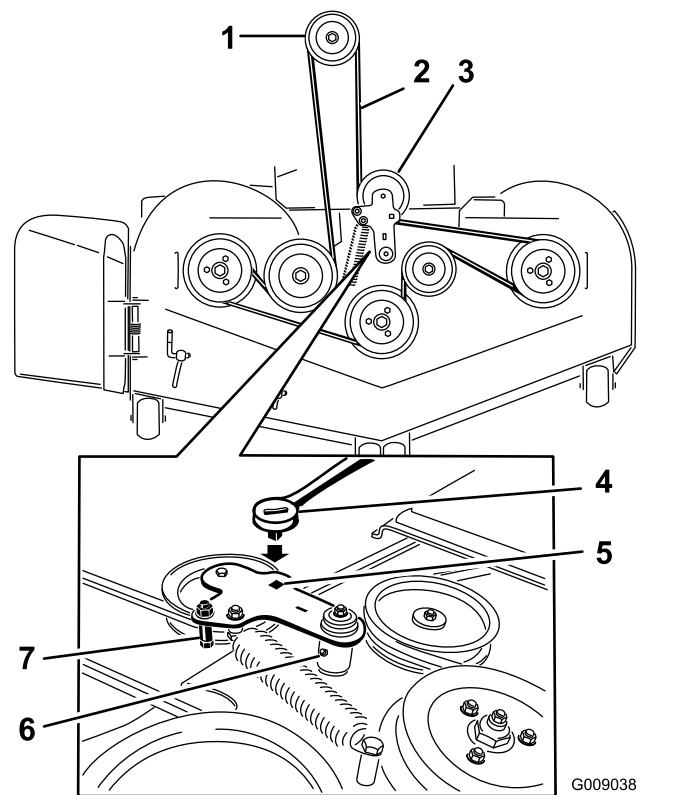

Figure 104
5. Déposez le panneau de plancher et insérez un rochet dans le trou carré de la poulie de tension du tablier (Figure 104).
6. Tournez la poulie de tension dans le sens horaire et déposez la courroie du tablier (Figure 104).